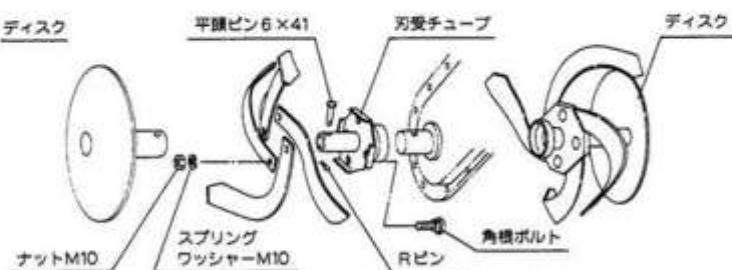
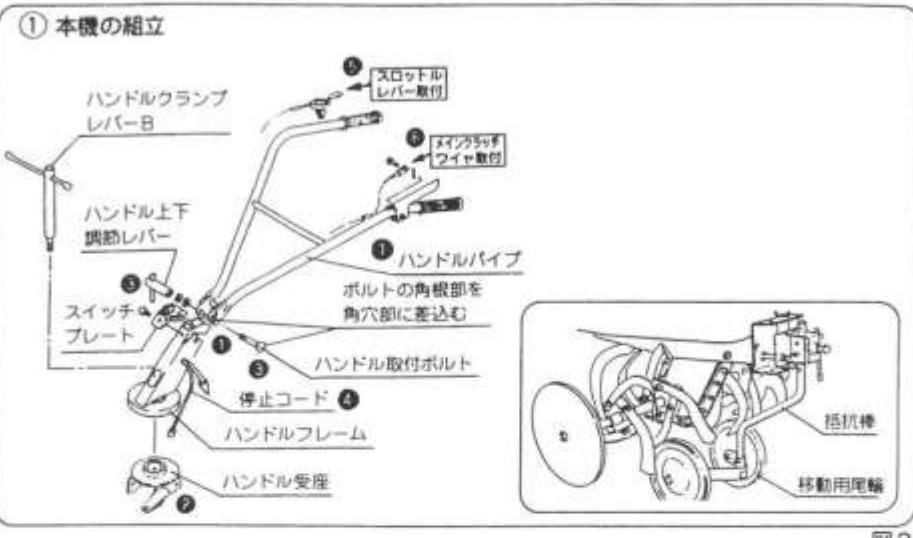
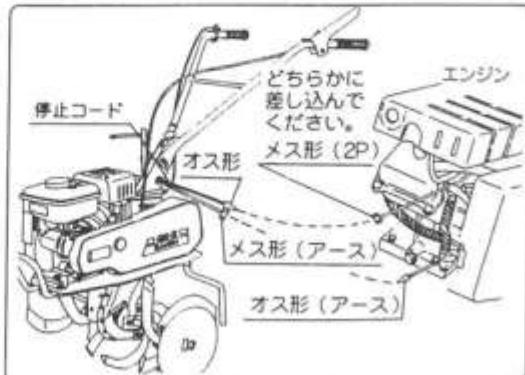

図2
図3
図3A
- 爪は向きと回転方向を確認して、上図(図2-①)のように取付けください。
- 作業幅30cmのときには、上図(図2-②)のように取付けてください。
1) 本機の組立(図3-①)
- ① ハンドルパイプをハンドルフレームに差込む。(図3-①)
- ② ハンドル受座にハンドルフレームをのせ、ハンドルクランプレバーを繰付けて固定する。
- ③ ハンドル取付ボルトを角穴に合わせて差込み、ハンドル上下調節レバーを繰付ける。
- ④ 停止コードをエンジン側の停止コード（オスギボシ）に差込む。（図3A）
- ⑤ スロットルレバーをハンドルパイプ右側に取付ける。
- ⑥ テンションワイヤをハンドル左側の主クラッチレバーに取付ける。
- ⑦ 150ナタ爪カンをそれぞれ左右の車輪にセットする。（図2）